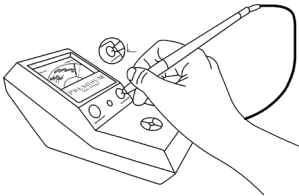

Abb. 1.5
- Drücken Sie den Sondierstift auf die Diamantscheibe auf der rechten Seite der Leuchtanzeige (**Abb. 1.5**). Drücken Sie lediglich so fest, dass die Prüfspitze vollständig im Sondierstift verschwindet. Nach diesem Vorgang sollte die Nadel innerhalb von zwei bis drei Sekunden bis hoch in den grünen Bereich der Anzeige steigen